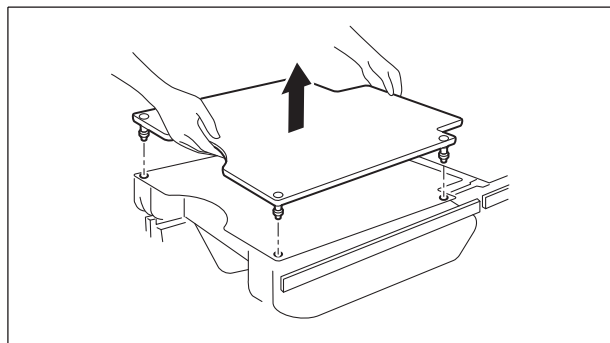

図4
- 1-4 カセット格納枠を取り外す時は、カセット格納枠をまっすぐに持ち上げます。（図4）
2-4 カセット格納枠を取り外す時は、カセット格納枠をまっすぐに持ち上げます。(図4)